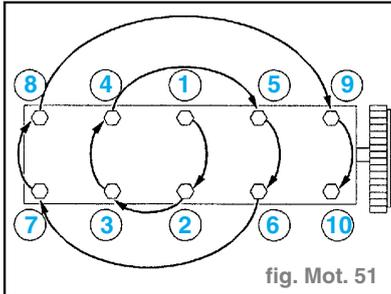

fig. Mot. 51
- les vis de culasse dans l'ordre inverse du serrage, (fig. Mot. 51)
- Serrage de la culasse. (fig. Mot. 51)